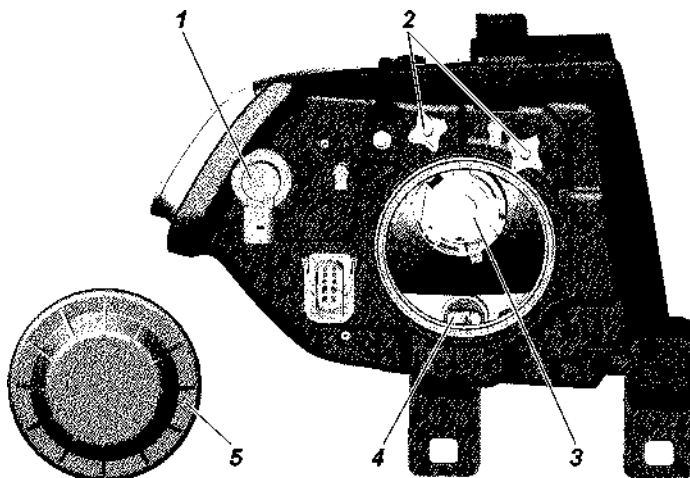

Рис. 9.31. Фара:
3. Включите ближний свет фар и, поочередно закрывая каждую фару, вращением регулировочных винтов 2 (рис. 9.31) добейтесь, чтобы светотеневая граница слева от точек E и E'
**Замена ламп фар.** Для замены лампы указателей поворота снимите колодку с патрона 1 (рис. 9.31), поверните патрон по